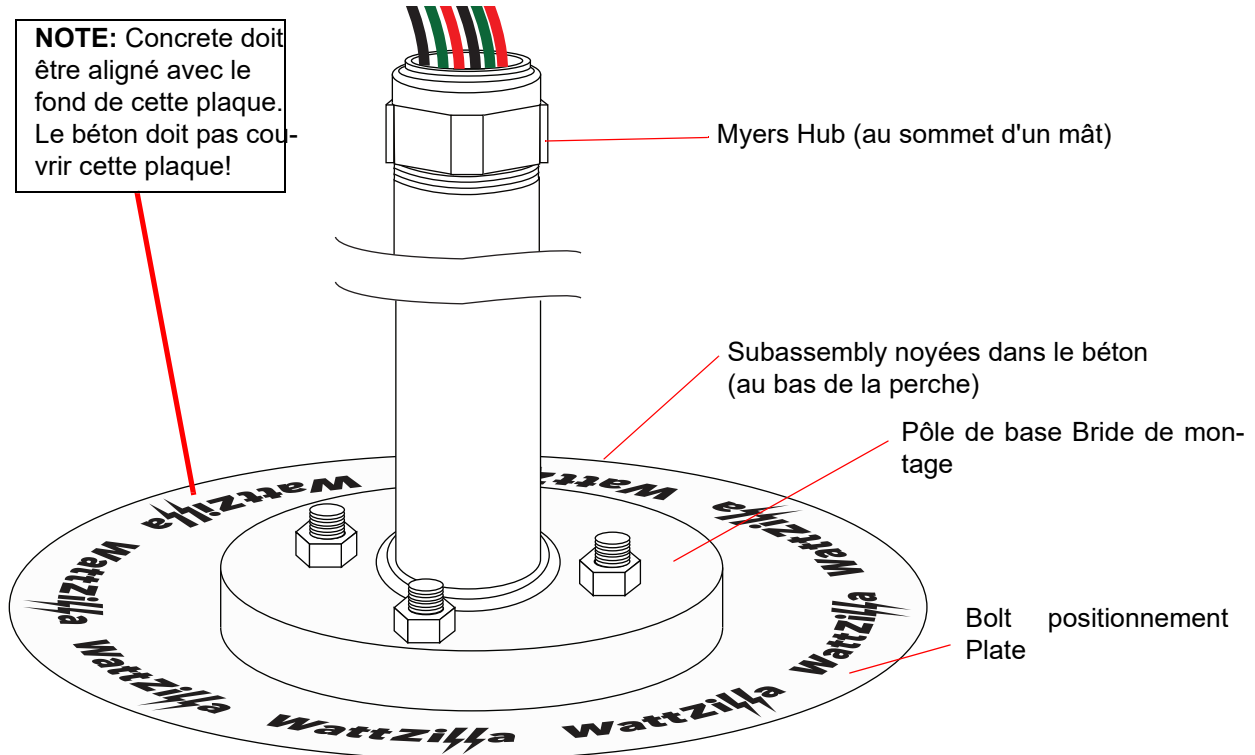

Figure 10. Fixation du pôle à la Subassembly base
13. Placer l'extrémité filetée du poteau (en bas du poteau) dans la bride qui est située dans la partie supérieure du sous-ensemble de base qui est noyée dans le béton (Figure 10). Puis enroulez un morceau de tissu protecteur ou du ruban autour de l'écrou sur le moyeu Myers (situé au sommet du mât) , et placez l'extrémité ouverte d'une clé sur l'écrou couvert. Tourner avec précaution l'écrou dans le sens horaire pour fixer solidement le poteau à la bride. Veillez à ne pas endommager les filets lors de la fixation du pôle à la bride.